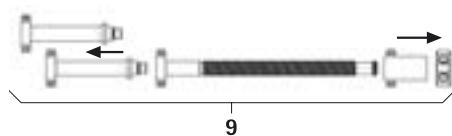

Fig. 4
- Smontare il distrattore ad asta filettata 9, vedere Fig. 4.